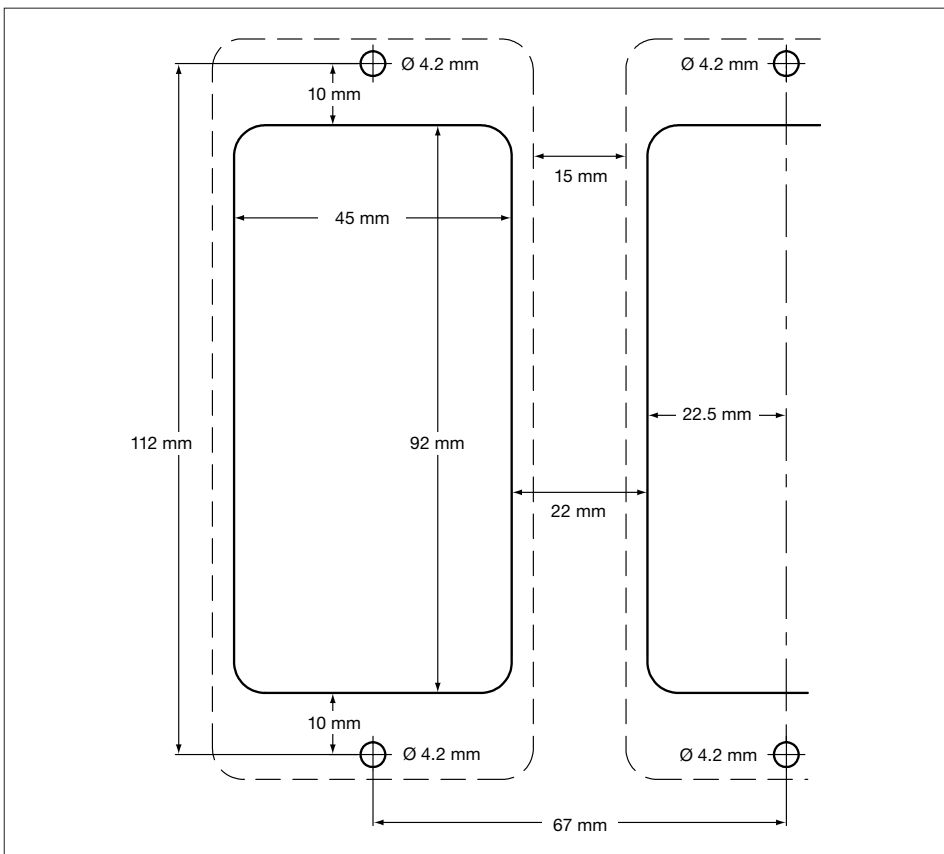

Bild 12: Montageschablone für Frontplattenmontage - Montage auf Montageplatte
- Löcher in die Montageplatte bohren, siehe Bild 12.
- Frontplatte mit einem Ausschnitt, wie in Bild 12 dargestellt, versehen. Anschließend die beiden Bohrungen in die Frontplatte wie in Bild 12 gezeigt, anbringen.